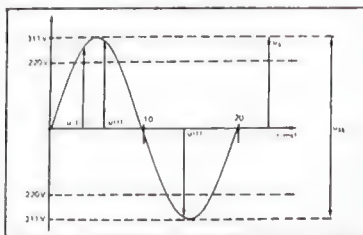

Bild 1. Der zeitliche Verlauf einer Sinus-Wechselspannung mit der Amplitude 220 V und der Frequenz 50 Hz (Netzwechselspannung).
**Bild 1.** Die Gesamtschaltung des Summenverstärkers für beide Kanäle eines Stereo-Mischpultes. Mit den Trimmern wird die Verstärkung eingestellt, während das Stereo-Poti R5/R15 ein Schiebe-Einsteller mit der Funktion „Gesamtlautstärke“ (des Summensignals) hat. T3 und seine Beschaltung bilden ein sehr wirksames Siebglied gegen Brummspannungen.
Was oftmals kurz als Sinusspannung bezeichnet wird, ist eine Wechselspannung, die nur aus einer einzigen Frequenz besteht, wie z.B. die 220 V/50 Hz-Spannung aus dem Netz. Ihr zeitlicher Verlauf ist in Bild 1 dargestellt.
Von einer Wechselspannung können verschiedene Werte gemessen werden; man muß darum immer wissen, um welchen es geht. In Bild 1 sind die verschiedenen Möglichkeiten eingezeichnet. Erstaunlich mag sein, daß die 220 V-Spannung
Was Bild 1 zeigt, ist im wesentlichen ein „gewöhnliches“ Netzteil, bestehend aus Trafo, Brückengleichrichter, Ladekondensator, einem modernen Spannungsregler-IC und weiteren Kondensatoren am Ausgang. Deshalb kann hier auf eine Funktionsbeschreibung verzichtet werden, zumal die Regler-ICs der 78-Serie unter dem Titel „78XX, 79XX“ in P.E. Heft 7/79 ausführlich behandelt worden sind.
Eine Besonderheit in Bild 1 zeigt sich oben rechts, es handelt sich um einen Zusatz für die
Bild 1. Bis auf den oberen Teil mit  $R_1$ ,  $D_2$ ,  $D_3$  ein ganz gewöhnliches Netzteil mit Regler-IC. Für  $C_3$  darf kein Elko verwendet werden. Gegenüber dem Print in Bild 2/3 ist hier die Reihenfolge  $R_1/D_2$  umgekehrt; funktionell ist das kein Unterschied.